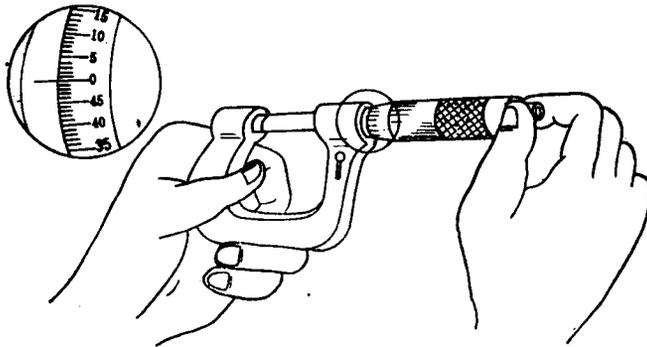

图1-8 千分尺“零位”检查法
① 使用千分尺进行测量之前，应首先检查“零位”的准确性。即转动测力装置10，使千分尺的测微螺杆3与砧座2的测量面接触，然后检查千分尺固定套管上的基准线与微分筒的零线是否对准，见图1-8。若对准时，则说明千分尺“零位”准确，可以用它进行测量，否则就不能使用，需经校正或者更换“零位”准确的千分尺。